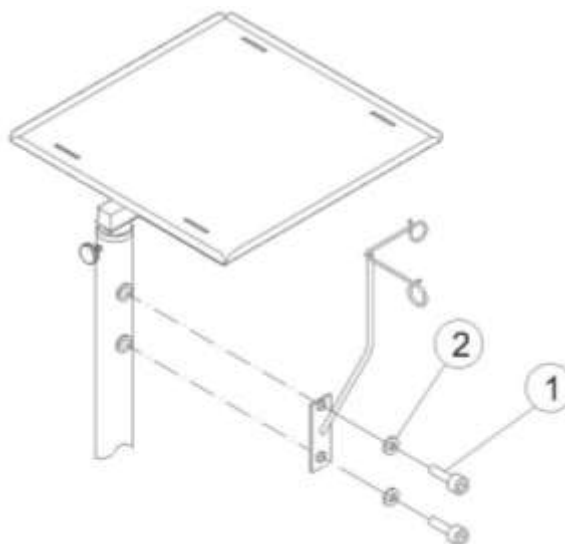

Figura 84 – Instalação do suporte de soro
2. Utilizando uma chave Allen de 5 mm, coloque os parafusos sextavados internos (Allen) (1) com as arruelas (2) nos orifícios e aperte conforme figura 84.